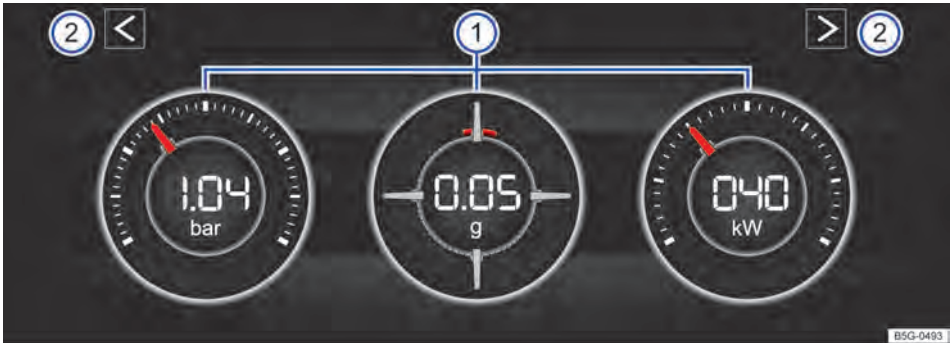

Fig. 21 No display do rádio: monitor de potência.
Legenda para → Fig. 21:
Se você desejar alternar entre o monitor de potência e o cronômetro → Página 34, toque em um dos botões de seta à esquerda e à direita acima dos instrumentos → Fig. 21 ②.
O display pode exibir, no máximo, três instrumentos simultaneamente. Cada um dos instrumentos pode ser selecionado para cada uma das áreas de exibição → Fig. 21 ① (esquerda, central, direita).
- **Indicação de pressão de carga:** a indicação da pressão de carga → Fig. 21 ① (à esquerda) exibe a pressão no circuito do ar de sobrealimentação entre o turbocompressor e o motor (em “bar”). Quanto mais o ponteiro fica à direita na escala, maior será a potência que o motor desprenderá.
- **Acelerômetro (G-Meter):** o acelerômetro (G-Meter) ① (centro) indica na área central o valor da aceleração (em “g”). A marcação vermelha na área disposta no display indica a intensidade da aceleração e a direção de força que atua (conforme os princípios físicos contrários). Se você, por exemplo, conduzir para a esquerda, a marcação vermelha do instrumento se moverá na área direita do instrumento (e vice-versa). Ao acelerar, a marcação vermelha se moverá para cima. A intensidade da aceleração é indicada pela posição da marcação vermelha de dentro para fora. Se a aceleração aumenta, a marcação vermelha é excluída da área central.
- **Indicação de potência:** a indicação de potência ① (à direita) exibe a potência do motor atualmente demandada na forma de valor digital e analogamente na escala (em kW).